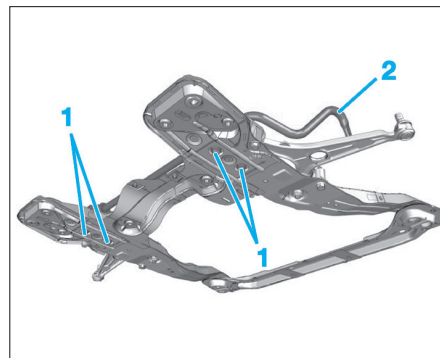

Fig. 9
- Remplacer systématiquement l'écrou autofreiné (1).
- les vis de fixation des paliers de barre stabilisatrice sur le berceau (1) (Fig.9).